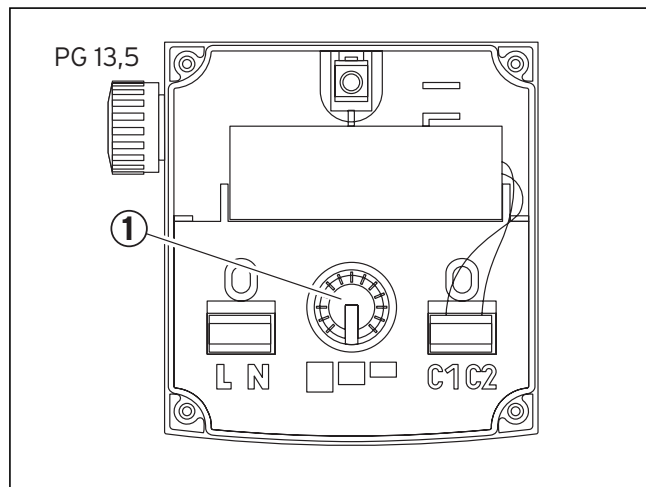

Abb. 8.2 Art.-Nr. 309441, 309442 und 0020016930
- EM-Typen: 3-Stufen-Dreheschalter (Abb. 8.2 und 8.3, Pos. 1) im Klemmenkasten auf die gewünschte Drehzahl einstellen.